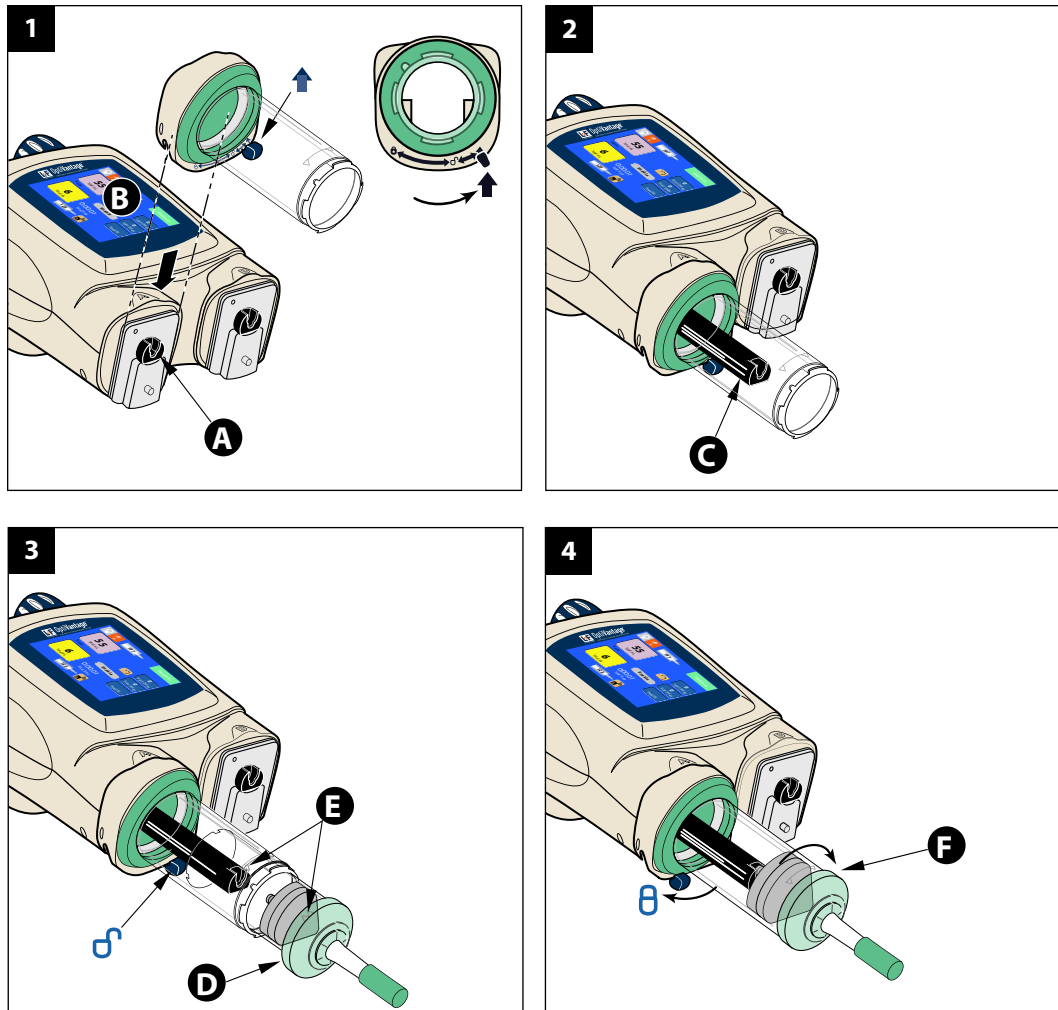

Figura 4-2-1 Carregar seringa multipaciente de 200 mL (somente um lado)
Veja a Figura 4-2-1.
1. Mova o pistão desejado para a posição totalmente retraída **A** (o lado A está mostrado na Figura 4-2-1). Gire a alavanca da jaqueta de pressão até a seta para cima **↑**. Deslize a jaqueta de pressão multipaciente de 200 mL (base com destaque verde) na placa de montagem frontal da cabeça motorizada **B**. Pressione a tecla [Continuar] no visor da cabeça motorizada para que o pistão possa se mover para a frente, para travar o adaptador de seringa no lugar e retornar o pistão à posição inicial.